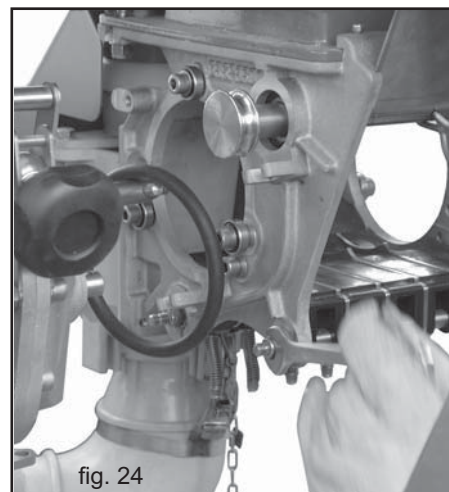

fig. 24
- 1) Per smontare il gruppo dei tastatori allentare i quattro dadi (davanti e dietro) (Fig. 24), utilizzando una chiave da 13 mm.